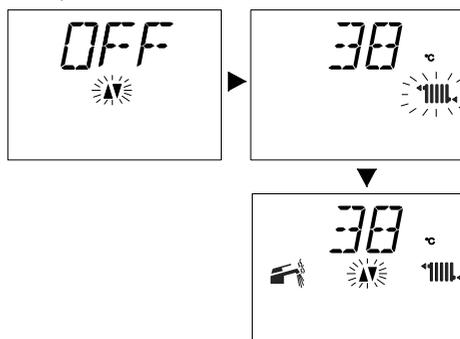

Рис. 2.8
- при минимальном значении температуры на подаче в системе отопления Рис. 2.8;